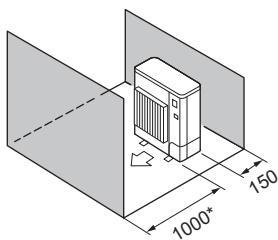

Fig. 2-11
- (5) Solo ostacoli anteriori e posteriori (Fig. 2-11)